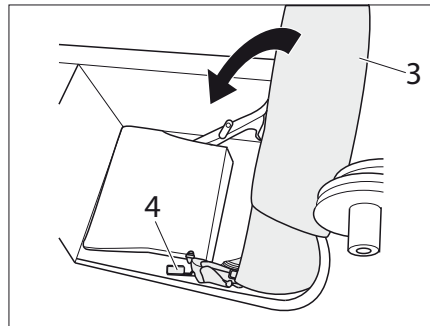

Bild 223 Flytta ryggstödet till förvaringslådan
- Tryck på spak 2 (Bild 223,4) och flytta ryggstödet till (Bild 223,3) förvaringslådan.